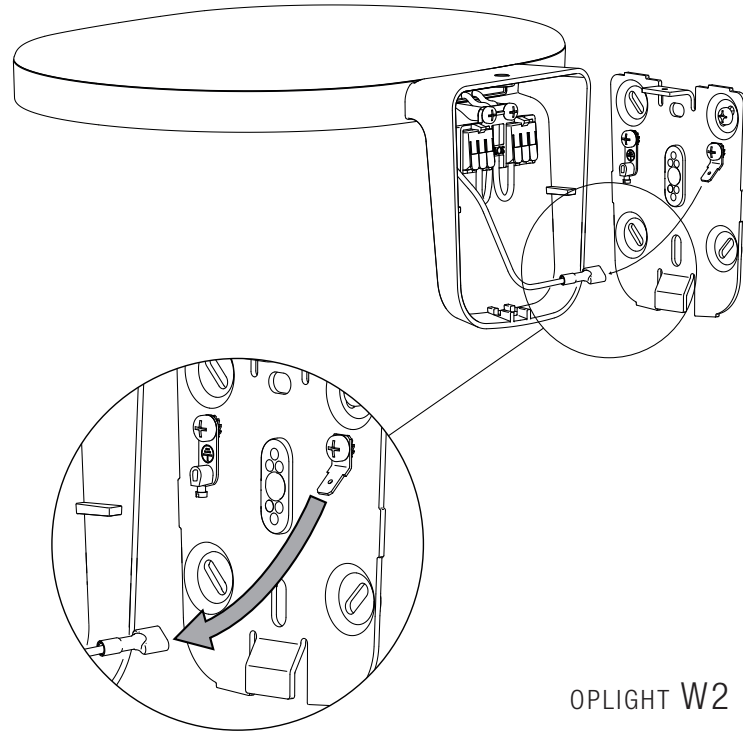

Fig. 3a
- IT** Fig.3a/3b NOTA BENE: Scegliere i tasselli ad espansione idonei per la superficie destinata al montaggio.
- DE** Abb.3a/3b BEACHTEN SIE! Die dehnbaren Einsatzstücke sind angemessen für die vorgesehene Oberfläche zur Montage auszuwählen.
- FR** Fig.3a/3b NOTE: Choisir les chevilles à expansion correctes pour la superficie destinée au montage.
- ES** Fig.3a/3b Nota importante: Elegir los tacos de expansión idoneos para la superficie destinada al montaje.
- PT** Fig.3a/3b Observar bem: escolher as buchas de expansão idóneas para a superfície destinada a montagem.
- RUS** Рис.3a/3b ПРИМЕЧАНИЕ: Выбирать расширительные вставки, соответствующие поверхности, предназначенной для монтажа.
- J** 图3a/3b. その他の注意：取り付け面に適したアンカーを使用するようにしてください。
- CN** 图3a/3b. 注意：要选择适合安装墙壁的膨胀螺丝